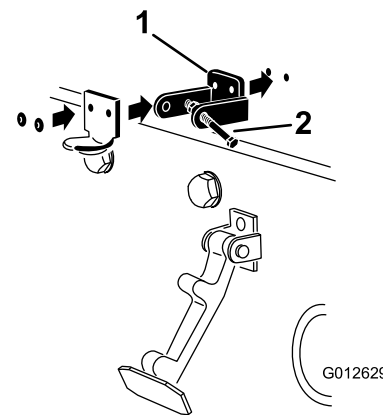

图4
4. 如 图4 所示对齐机罩门锁支架、CE 锁支架与机罩中的孔。
注意 将 CE 锁支架与机罩对齐 图4。不要从 CE 锁支架臂卸下螺栓和螺母。
6. 用铆钉将支架和垫圈铆定到机罩 图4。